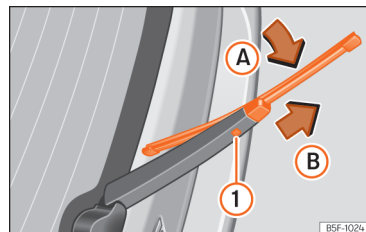

Fig. 160 Substituição da escova do vidro traseiro.
- Rode ligeiramente a escova » » » Fig. 160 (seta A).
- Mantenha pressionado o botão de desbloqueio ① puxando pela escova no sentido da seta ②.
- Introduza uma escova nova no braço limpa-brisas **com o mesmo comprimento e características**, no sentido contrário à seta ② até que encaixe o botão ①.